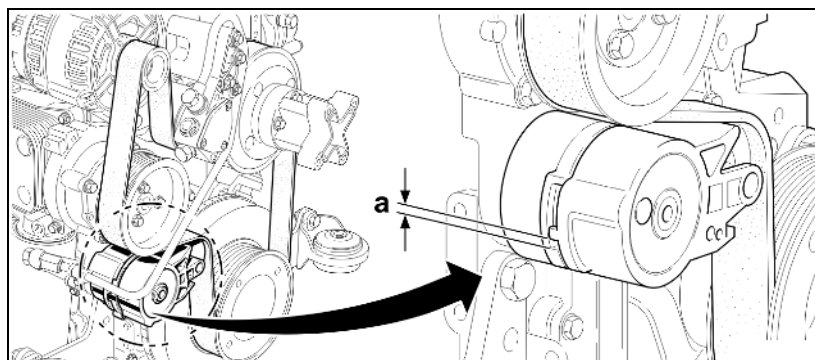

Рис. 165
1. Отверните барашковую гайку на кожухе фильтра (Рис. 165/1).
2. Снимите кожух фильтра и извлеките наружный фильтрующий элемент (Рис. 165/2).
6. Ежегодно заменяйте внутренний фильтрующий элемент (Рис. 165/3) (ни в коем случае не очищайте его).
- o Отверните шестигранную гайку (Рис. 165/4) и извлеките внутренний фильтрующий элемент.